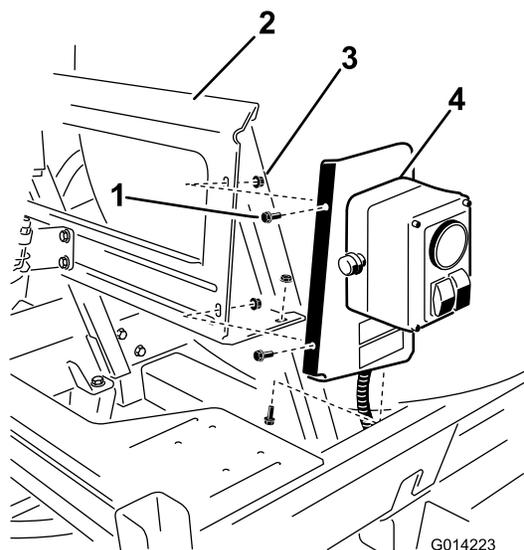

Figura 6
2. Instale o conjunto no suporte de montagem utilizando 3 parafusos (1/4 x 5/8 pol.) e 3 porcas de bloqueio (1/4 pol.) como indicado em Figura 6.